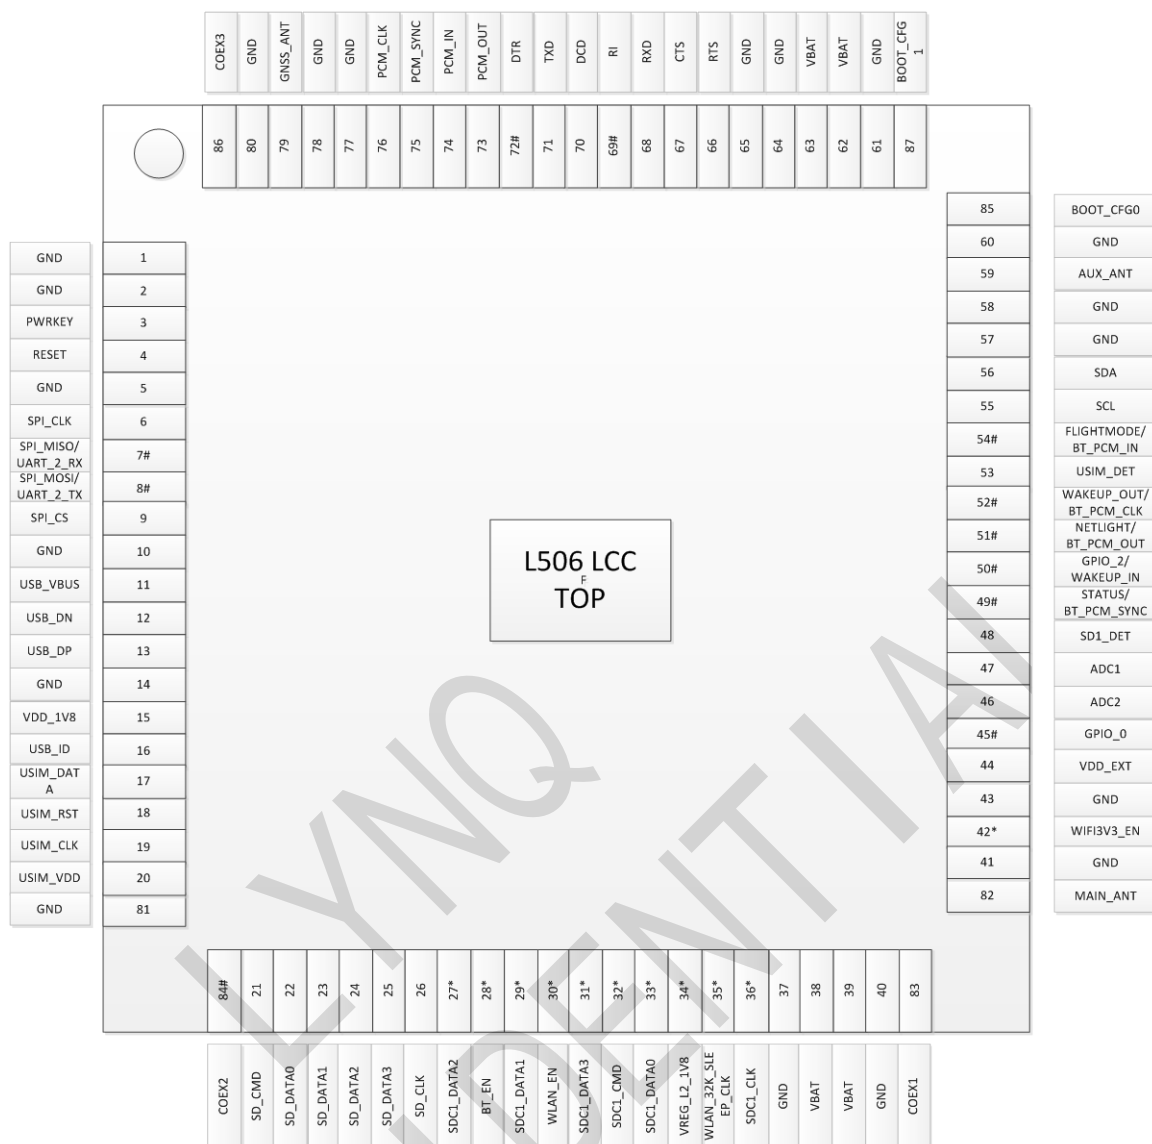

图 3-1 管脚配置图(正视图)
由于L506系列分为不同的硬件版本，下图中有特殊符号标记（*或者#）的管脚可能在不同版本中有着不同的功能描述，详见PIN定义说明部分。本产品接口管脚顺序定义如下图3-1所示：
- 注：1. 图 3-1 中*号标记管脚在不带 WIFI 接口的模块中为 RESERVER 保留脚，设计过程中建议不接 NC 该管脚；
2. 图 3-1 中#号标记管脚为复用功能脚，即该管脚为多用途功能脚，除了所标记的功能之外还有一些特殊用途，详见接口描述。